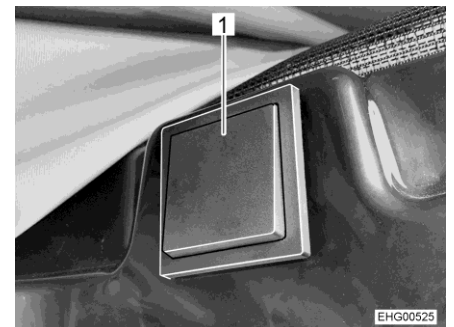

Fig. 53 Pulsador para el desbloqueo eléctrico
El pulsador para el desbloqueo eléctrico (Fig. 53) se encuentra en el lado derecho, en la zona encima de la puerta corredera.
- Pulsar el pulsador (Fig. 53,1) al menos 2 segundos.